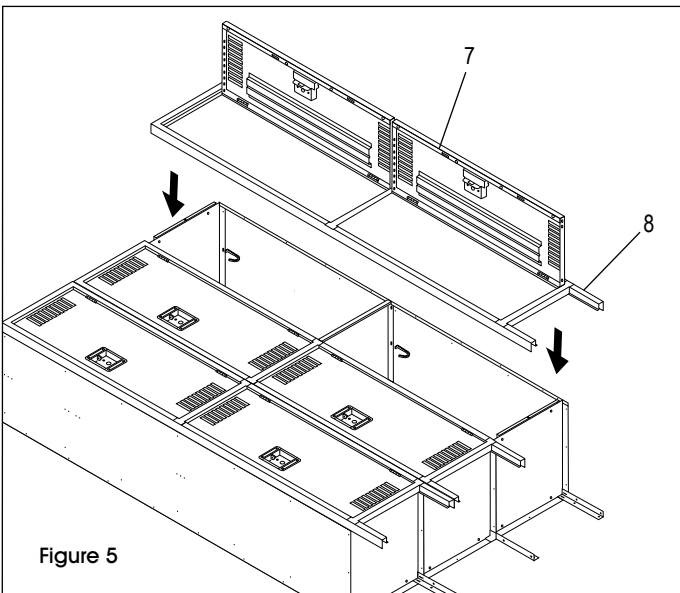

Figure 5
10. Placez l'ensemble de porte et de cadre (7 et 8) par-dessus le corps du casier. Assurez-vous que les côtés du corps sont à l'intérieur du cadre et non entre les cadres. Fixez le haut à l'entête du cadre et le fond au seuil du cadre (un boulon chacun). Terminez en fixant l'ensemble de porte et de cadre aux côtés du corps du casier (les boulons seront partagés avec la porte et le cadre sur chaque côté de ceux-ci). (Voir Figure 5) Si vous montez une unité de trois éléments de large à côté d'une autre unité, consultez la section JOINDRE DES UNITÉS ci-dessous.